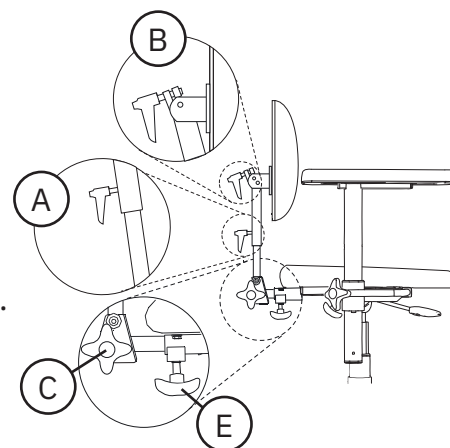

Figure 5.28. Mécanisme de dossier Medic.
Medic peut s'ajuster en hauteur (A), en inclinaison du dossier (B), en inclinaison du dispositif d'escamotage du dossier (C) et en profondeur (E), voir figure 5.28. Le dispositif d'escamotage du dossier peut s'ajuster dans une plage allant de 15 ° vers l'avant à 45 ° vers l'arrière.